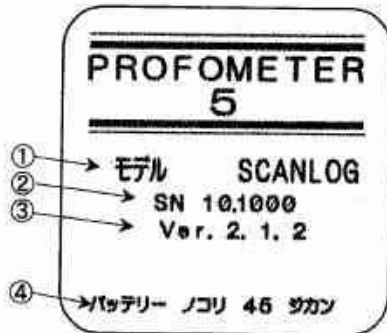

図1
- 図1が表示されます。
- ① 形式 ② 機番
- ③ バージョン ④ バッテリー残量時間